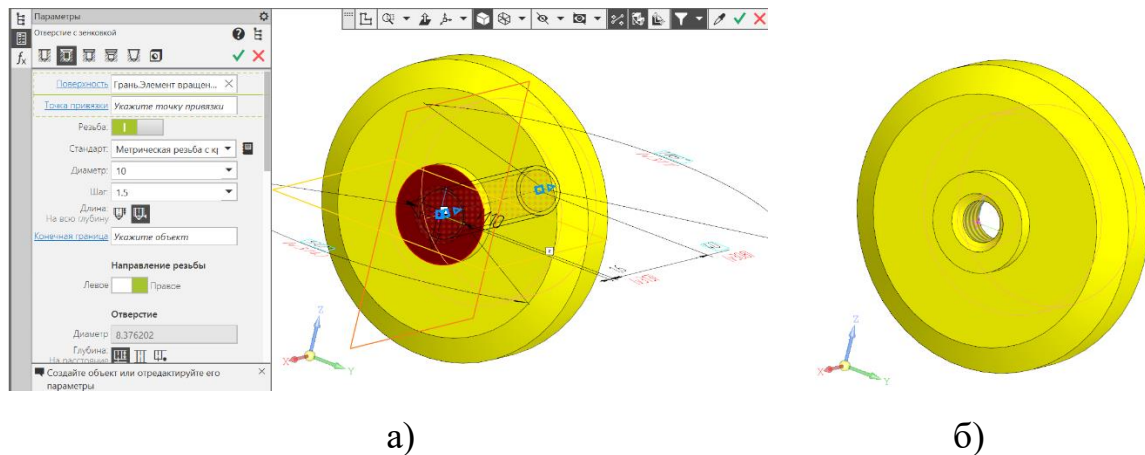

Рис. 13 Команда «Отверстие с зенковкой»: а – параметры команды, б – результат
- **Твердотельное моделирование – Элементы тела – Отверстие с зенковкой.** Параметры команды Отверстие с зенковкой: поверхность – Грань. Элемент выдавливания 1; точка привязки – Начало координат; Отверстие резьбовое – резьба метрическая ГОСТ 24705–2004 М10, правая; длина нарезания резьбы – на всю глубину; зенковка – Исполнение – по глубине (1,6 мм) и углу (90^0) (рис. 13).